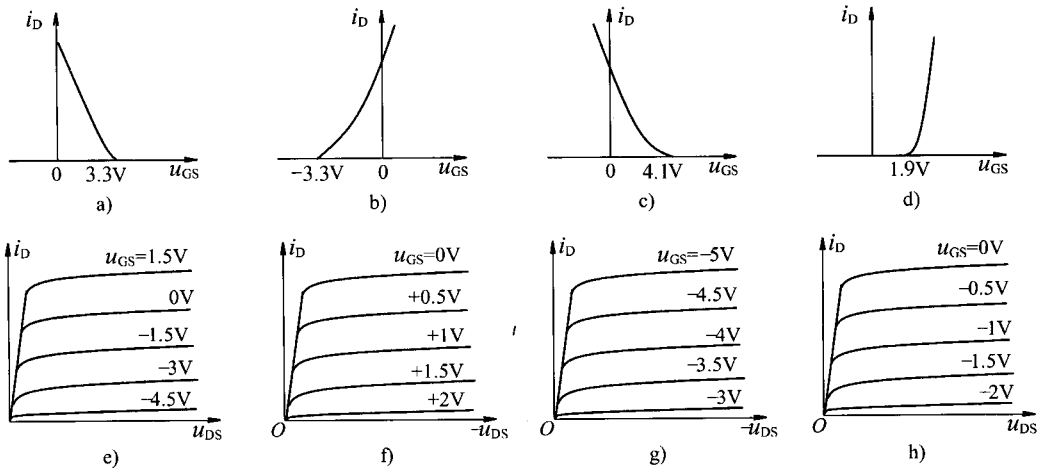

图 1-6 例 1-7 场效应管特性曲线
【例 1-7】 已知场效应管的转移特性和输出特性（ i_D 方向为实际方向）如图 1-6 所示，试判断场效应管的类型，并指出其 $U_{GS(off)}$ 或 $U_{GS(th)}$ 。
③从场效应管特性曲线上寻找 $U_{GS(off)}$ 、 $U_{GS(th)}$ ：夹断电压 $U_{GS(off)}$ 和开启电压 $U_{GS(th)}$ 的定义是使 i_D 趋于 0（例如 $i_D = 10\mu A$ ）所加的 u_{GS} 即为 $U_{GS(off)}$ （结型、耗尽型 MOS 适用）和 $U_{GS(th)}$ （增强型 MOS 适用）。图 1-6 中，虽未标出 $U_{GS(off)}$ 或 $U_{GS(th)}$ 的数值，但转移特性曲线与横轴的交点（实际未交，是无限趋近）即 $U_{GS(off)}$ 或 $U_{GS(th)}$ ；输出特性曲线最下面一条曲线对应的 u_{GS} 值即为 $U_{GS(off)}$ 或 $U_{GS(th)}$ 。